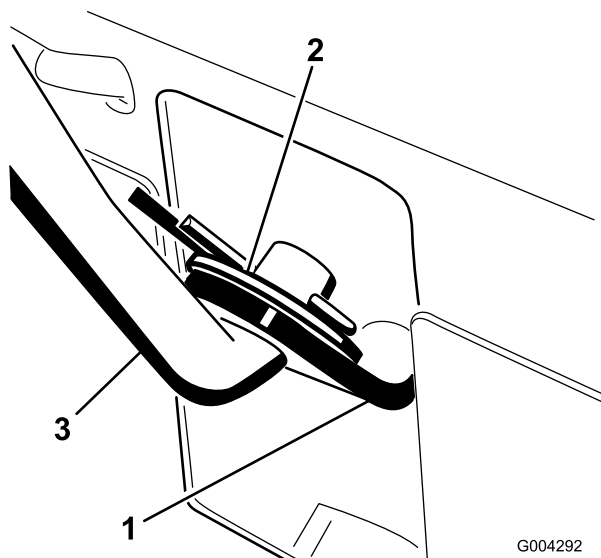

Рисунок 6
1. Поставьте плечо рычага переключения скоростей (Рисунок 6) в самое крайнее положение.
и зафиксируйте ее с помощью шплинта (Рисунок 6).